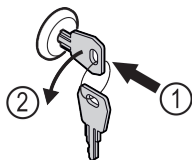

Fig. 170
- ▶ Insérer la clé. *Fig. 170 (1)*
- ▶ Tourner la clé à 90° dans le sens antihoraire. *Fig. 170 (2)*